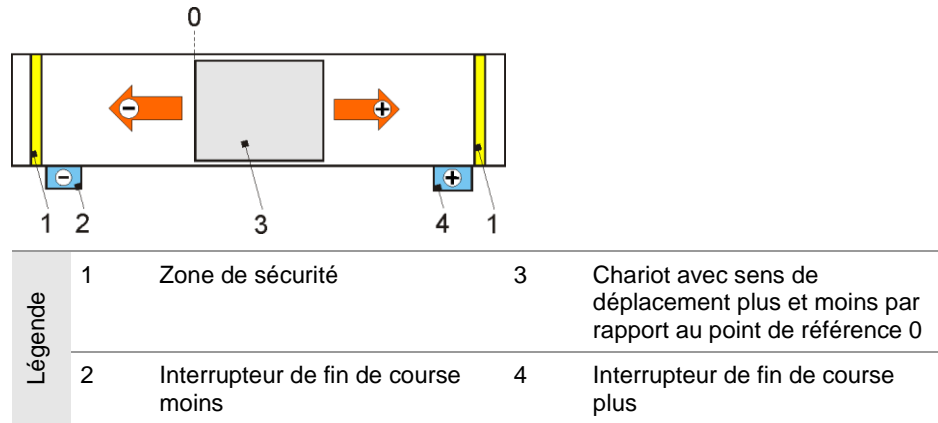

Figure 6: Exemple de sens de déplacement et de câblage des interrupteurs de fin de course
2. Vérifier le sens de rotation du moteur. Il doit tenir compte des interrupteurs de fin de course de sécurité (figure 6). Le cas échéant, inverser le sens de rotation du moteur.